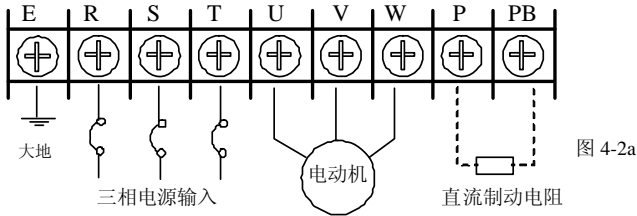

图 4-2a
a) 0.75KW-22KW 变频器主回路端子台配线图 (如图 4-2a)